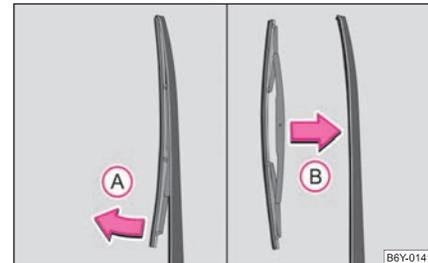

Abb. 44 Wischerblatt für Heckscheibe
- Klappen Sie den Scheibenwischerarm weg ⇒ Abb. 44.